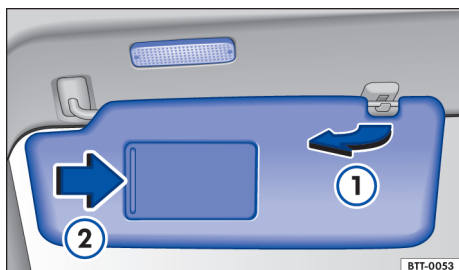

Fig. 74 Para-sol
- Retirar do suporte e girar na direção das portas → Fig. 74 (1).
No para-sol rebatido para baixo há um espelho de cortesia atrás de uma cobertura. Ao abrir a cobertura → Fig. 74 (2) uma lanterna se acende.